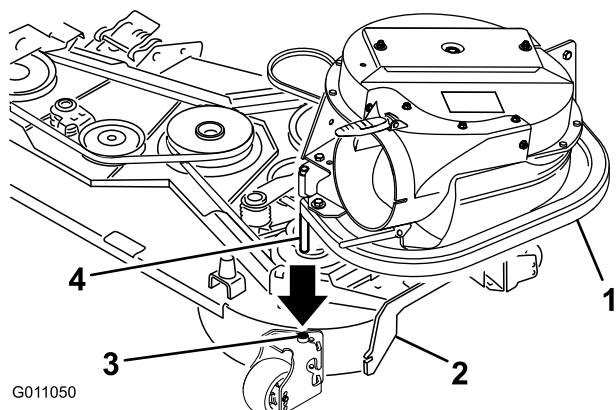

Figura 16
2. Infilate il grano del gruppo soffiatore nel foro orientabile (Figura 16).